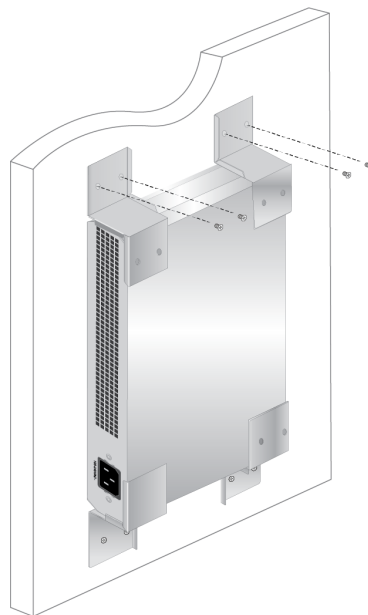

Рисунок 28. Крепление винтами через отверстия
13. При помощи винтов прикрепите кронштейны к стене. См. рис. 28 на стр. 49.